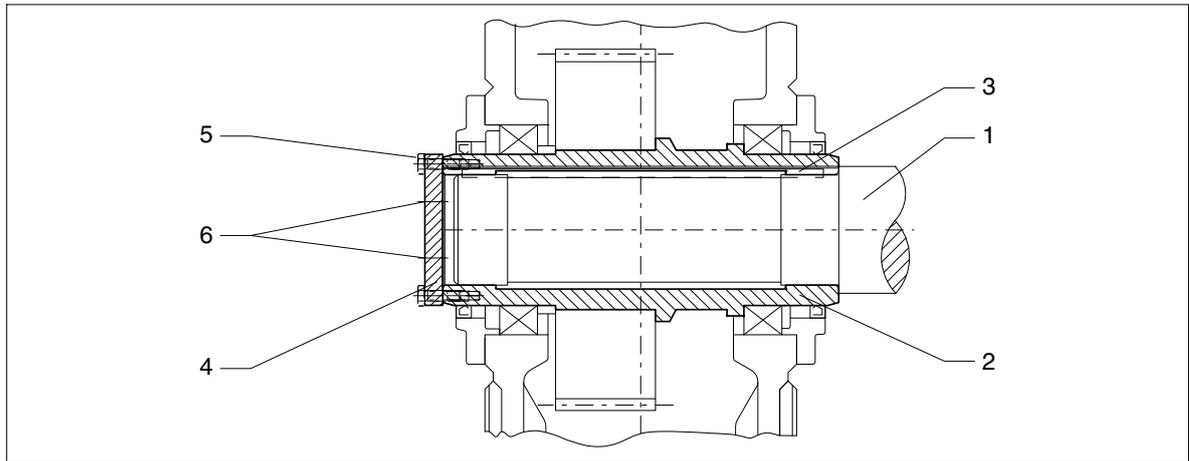

Figura 47: Eixo oco com ranhura para chaveta, desmontagem através disco final
- através de parafusos extractores colocados em um disco final (ver figura 47), ou